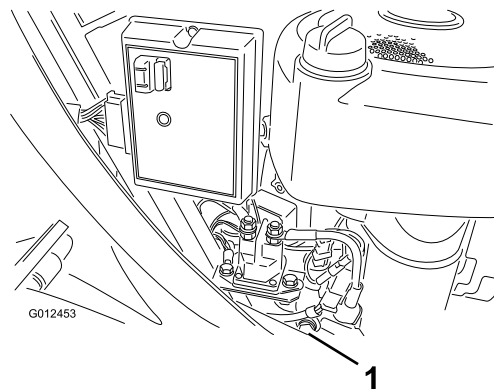

Figure 24
- Enlevez le bouchon de vidange pour permettre à l'huile de s'écouler (Figure 24).